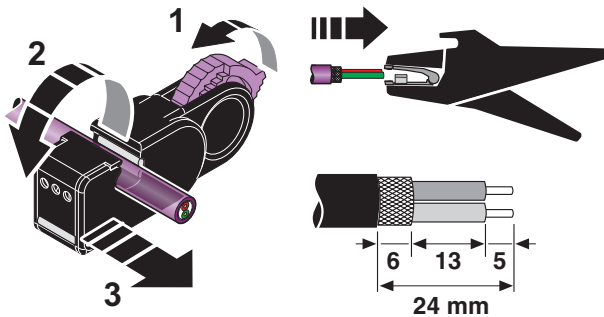

Bild 10 Abisolieren
- Isolieren Sie die Leiter gemäß Bild 10 ab.